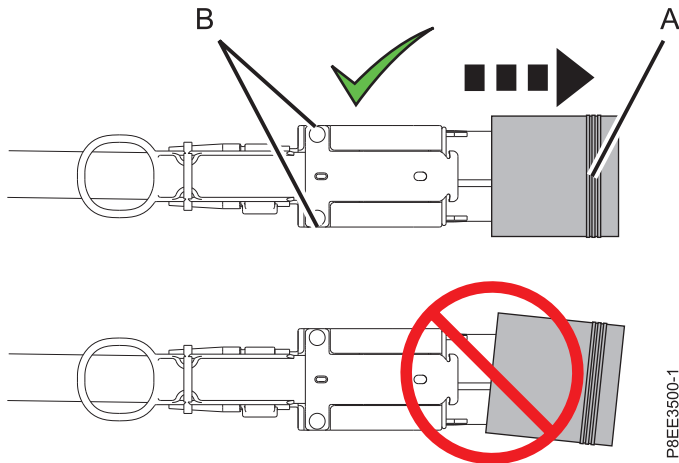

Figure 18. Retrait du capot de protection du connecteur sur le câble de tiroir d'extension
- b. Retirez le capot de protection du connecteur sur le câble de tiroir d'extension. Tenez le boîtier du câble (**B**) par ses bords courts avec l'index et le pouce d'une main. Saisissez ensuite le capot de protection par son bord long (**A**) avec l'index et le pouce de l'autre main et tirez dessus pour l'extraire. Voir figure 18, à la page 25.